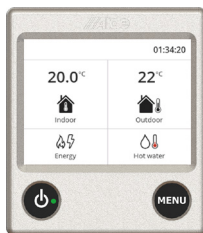

Fig. 4, 1 zon
- För att ändra önskad innetemperatur från statusskärmen, tryck på "Indoor" ikonen. Höj eller sänk temperaturen med plus- och minusknapparna. (Fig. 4)